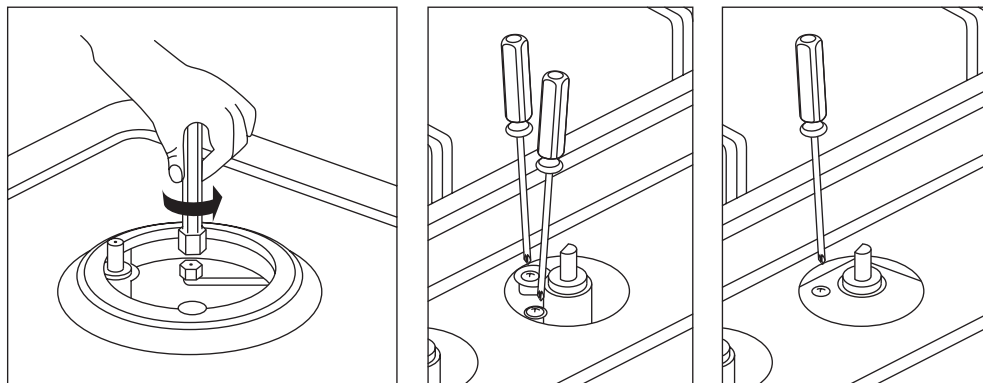

Рис. 9
- снимите рукоятку и вращайте ее регулировочный винт (расположен сбоку или внутри стержня регулятора) в разные стороны пока пламя не станет малым, но устойчивым (рис. 9).
Горелка гаснет при установке рукоятки в положение «Слабое пламя»	<ul style="list-style-type: none">– Отверстия в горелке не забиты.– Вокруг нет сильных сквозняков.– Минимум подачи газа установлен корректно (см. Рис.9 и раздел «регулировка минимального пламени»).